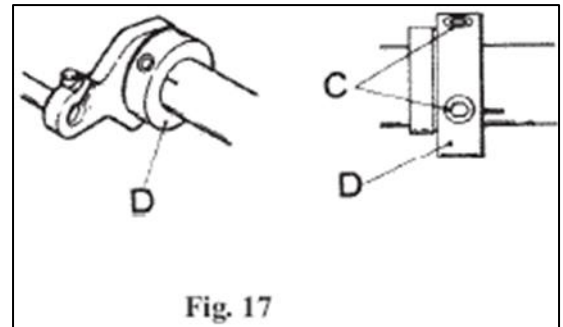

Fig. 17
*Ajustes Recomendados a la hora del envío de las máquinas, el Guardas Aguja del Frente ha sido ajustado para llegar cerca de a la Aguja izquierda cuando la punta del Engarzador pasa al centro de la Aguja. En caso de reajuste del tiempo del movimiento del Guarda Agujas del frente, afloje el tornillo (C) (Fig. 17) y mueva el Guarda Agujas Excéntrico (D). Para ajuste normal fije la contramarca en el Eje con el centro del Tornillo de atrás con respecto a la dirección de la rotación.